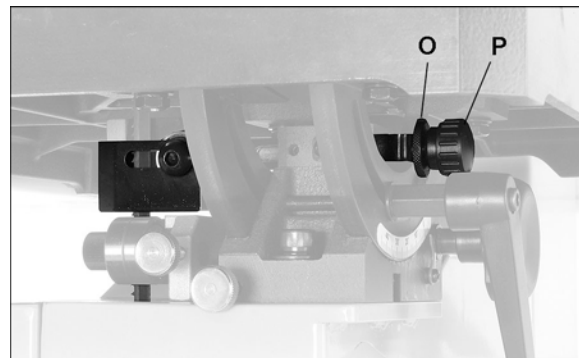

Рис. 28.
Краткое описание: ослабьте ручку фиксации (L), чтобы переместить опорный блок направляющих. Ослабьте ручку фиксации (M), чтобы отрегулировать один из направляющих подшипников с помощью ручки с рифлением (N). Ослабьте стопорное кольцо (O, Рис. 28) и поворачивайте ручку (P), чтобы отрегулировать упорный подшипник относительно пыльного полотна.